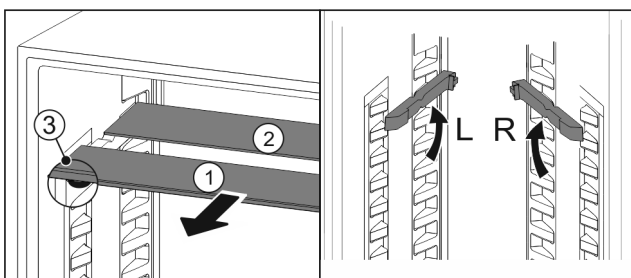

Fig. 54
- ▶ Vytiahnite sklené dosky jednotlivo dopredu Fig. 54 (1).
- ▷ Sklená doska Fig. 54 (1) s ozdobnou lištou leží vpredu.
- ▷ Zarážky Fig. 54 (3) ukazujú nadol.